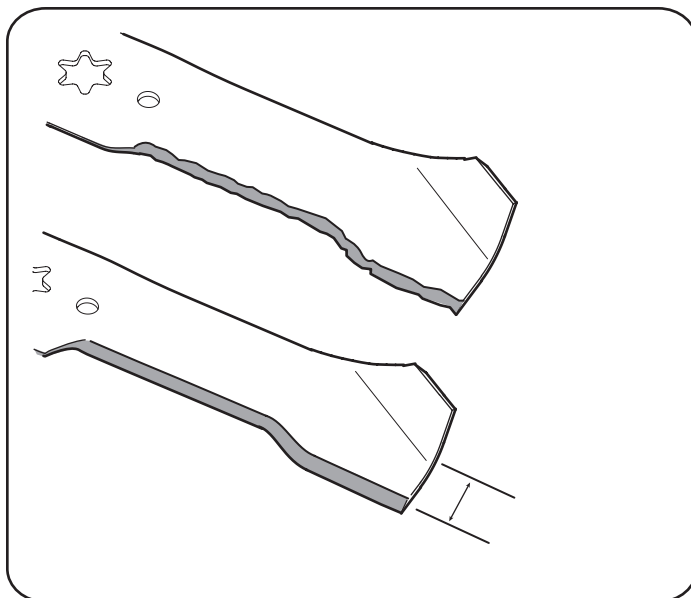

Figura 31
**IMPORTANTE:** Si el borde cortante de la cuchilla ya ha sido afilado hasta 1-5/8" del borde, o si existe una separación de metal, reemplace las cuchillas por otras nuevas. Consulte la Figura 31.